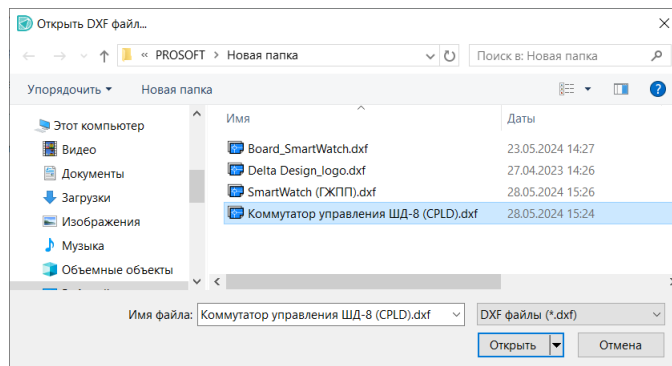

Рис. 65 Окно выбора файла для импорта .dxf
4. Выберите и откройте нужный файл в формате .dxf через окно проводника, см. Рис. 65.